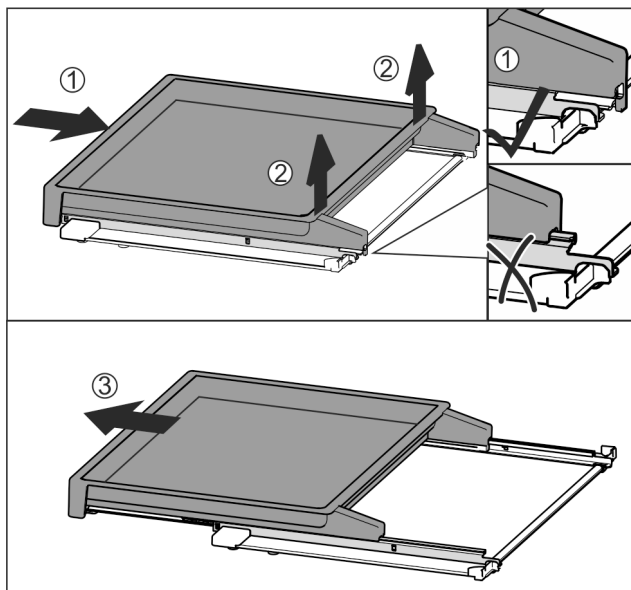

Fig. 114
- ▶ Izvlečno polico v celoti potisnite noter Fig. 114 (1).
- ▶ Sprostite zaskočni element na zadnji strani Fig. 114 (2).
- ▶ Izvlečno polico povlecite naprej in jo odstranite Fig. 114 (3).